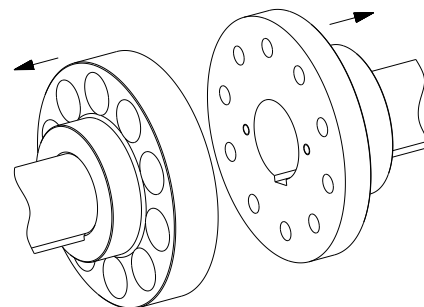

図 10
- 駆動軸と従動軸にハブを取付けて下さい。この時、ハブの端面と軸の端面を揃えて下さい(図 10 をご参照)。